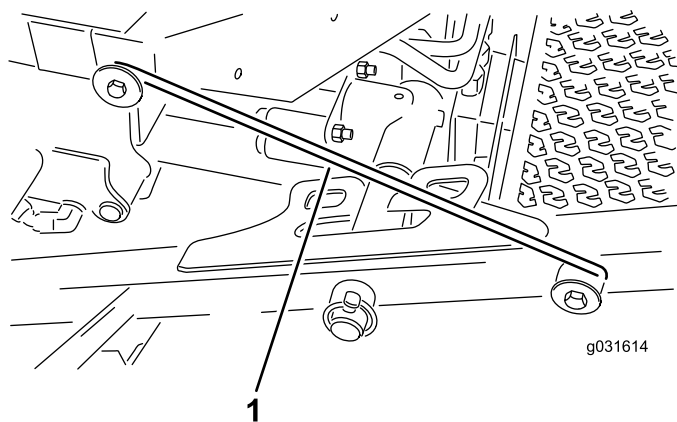

图 32
4. 从承载架固定器上松开门锁杆(图 32)。
5. 提升前滚刀组的外侧并将门锁放置到安装在操作员平台前部的机架销上(图 32)。